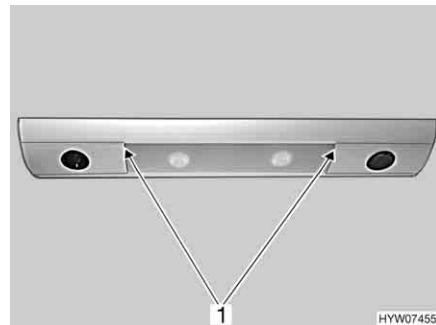

Fig. 148 Luce piano di lavoro/luce area cottura (variante 1)
- Tirare il vetro della luce (Fig. 148,1). Iniziare ad estrarre tirando a destra o a sinistra.